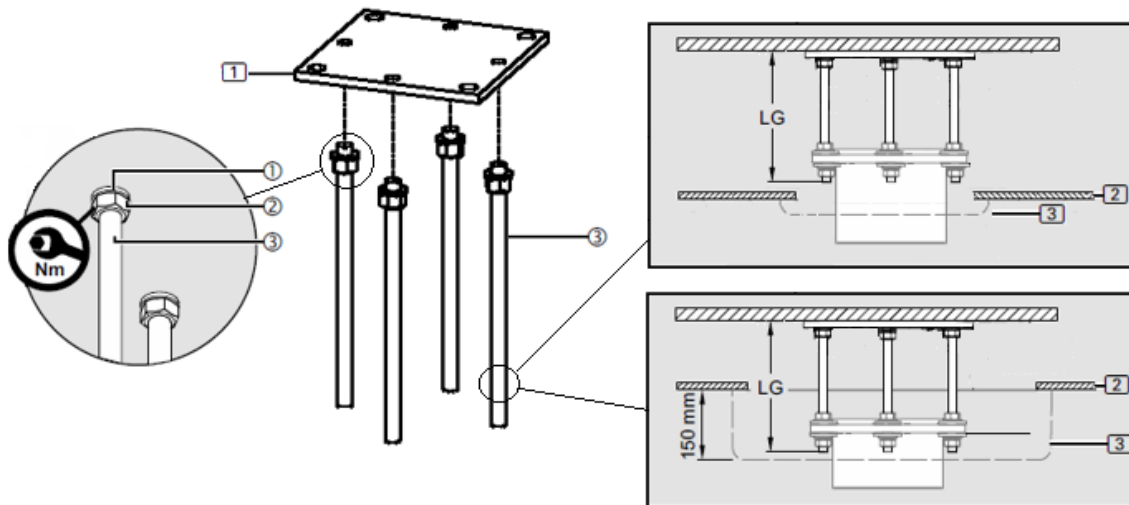
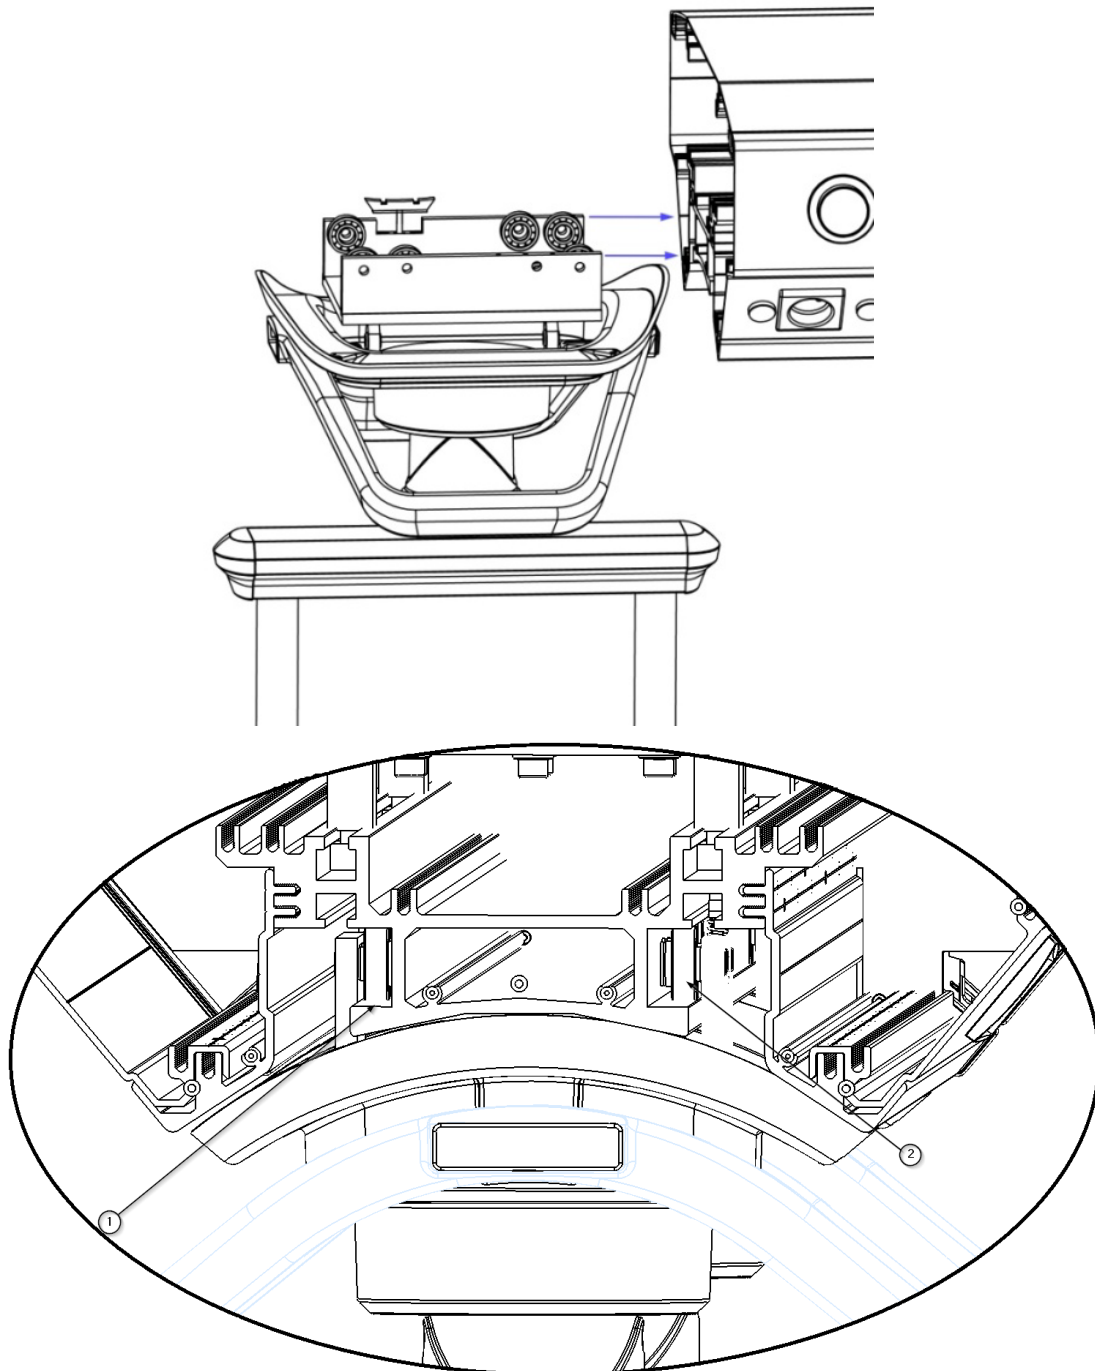

Abb. 6 Montage der Schnittstellenplatte in Räumen mit Zwischendecke
Abb. 14 Montage des Elementträgers
Es gibt zwei verschiedene Konfigurationen, wenn ein Fallrohr in einem Raum mit Zwischendecke montiert wird. Eine Möglichkeit besteht darin, dass der Abstand zwischen der Decke und der Zwischendecke die Länge LG der Gewindebolzen ③ vollständig abdeckt. In diesem Fall wird eine flache Deckenblende mit einer Höhe von 10 mm geliefert, wie oben rechts in Abbildung 6 zu sehen ist. Die andere Möglichkeit besteht darin, dass der Abstand zwischen Deckenbalken und Zwischendecke nicht ausreicht, um eine korrekte Installation und Energieversorgung zu gewährleisten. In diesem Fall kann (optional) eine 150 mm hohe Zierblende angefordert werden, wie unten rechts in Abbildung 6 dargestellt.
- Schneiden Sie die Gewindeschrauben M16 x 350 mm ③ bei Bedarf auf die richtige Länge zu.
- Die Deckenblende (3) wird später bündig mit der Zwischendecke montiert. Diese deckt die Gegenplatte ④ ab. Siehe Abbildung 14.
- Wenn die Gewindebolzen M16 x 350 mm ③ gekürzt wurden, entfernen Sie die Grate, um einen optimalen Sitz des Gewindes in der Zwischenplatte (1) zu gewährleisten.
- Setzen Sie 1 Federscheibe ① ein und schrauben Sie 1 Sechskantmutter M16 ② auf jede der Gewindebolzen M16 ③.
- Schrauben Sie jeweils 1 Sechskantmutter M16 ② auf die Gewindebolzen M16 ③ und legen Sie dann jeweils 1 Federscheibe ① auf.
- Setzen Sie den Elementwagen ein, sodass die Lager ② auf der Führung in der Mitte des Hauptkörpers ① aufliegen, wie in Abbildung 14 dargestellt.